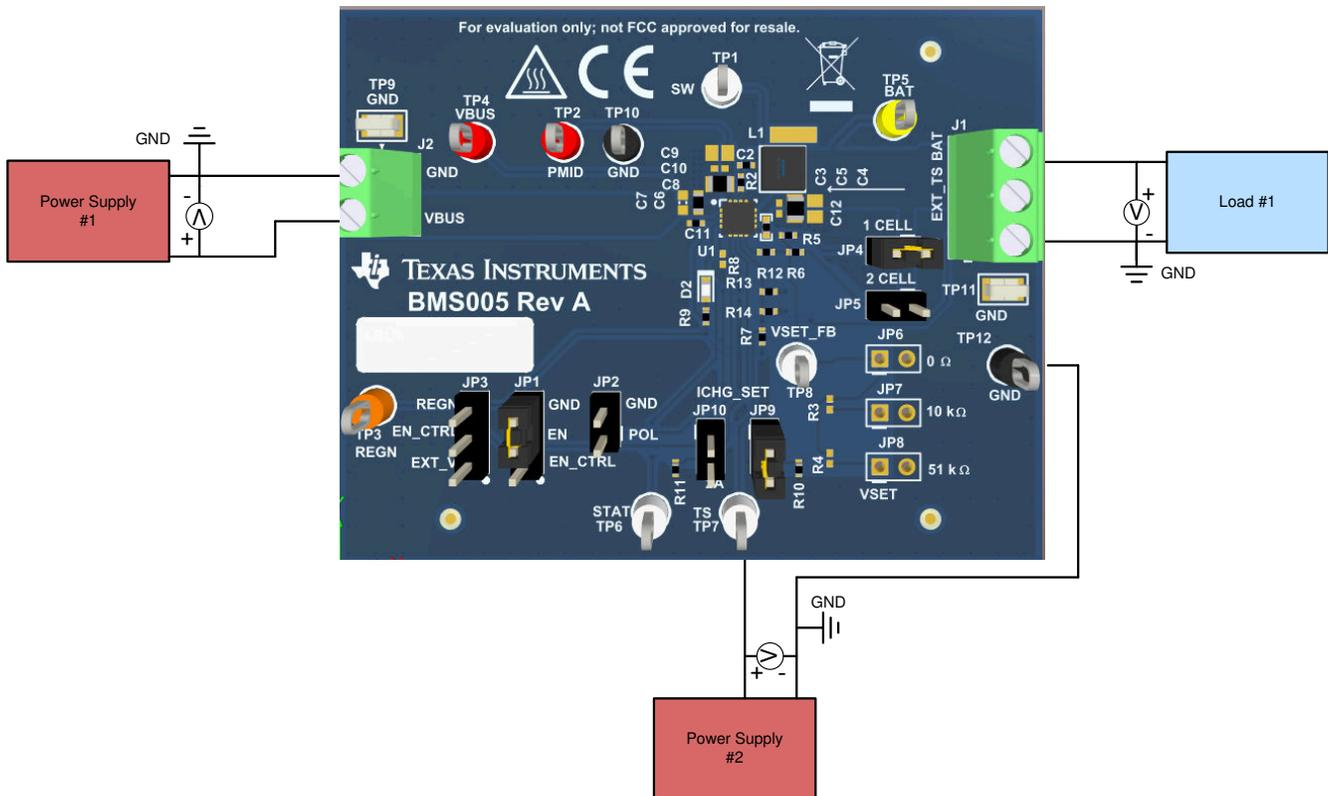

图 2-1. 用于 BMS005-004 的原始测试设置
4. 将 PS1 的输出连接到 J2 (VBUS 和 PGND)，如图 2-1 所示。
6. 打开 Load #1，设置为恒压模式并将输出设置为 2.5V，然后禁用负载。将负载连接到 J1-3 (BAT) 和 J1-1 (PGND)，如图 2-1 所示。
7. 在 TP5 (BAT) 和 TP11 (PGND) 之间或者在 J1-3 和 J1-1 之间连接一个电压表，如图 2-1 所示。
9. 将 PS2 的输出连接到 TP7 (TS) 和 TP12 (PGND)，如图 2-1 所示